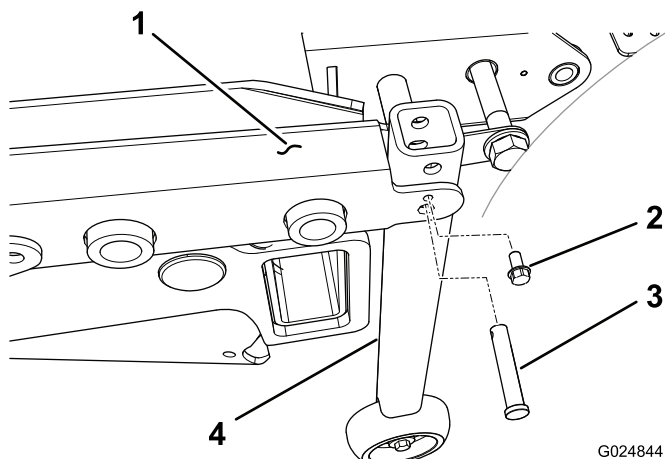

Figura 33
2. En unidades de tracción con número de serie anterior al 312999999, monte un tubo de soporte vertical en cada esquina trasera del bastidor de la carcasa, con un pasador de horquilla y un tornillo autorroscante de 1/4 pulgada (Figura 33)